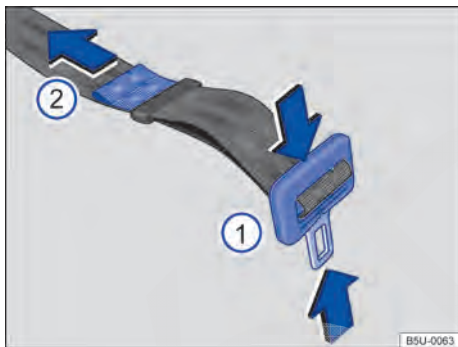

Fig. 50 Ajustar o cadarço do cinto de segurança subabdominal.
- Pressionar a lingueta na direção das setas → Fig. 50 ① e alongar totalmente o cinto de segurança.
- Apertar a lingueta contra o fecho do cinto de segurança e puxar a extremidade → Fig. 50 ② no sentido da seta, até atingir uma folga máxima de 5 cm (3 dedos) na região pélvica.